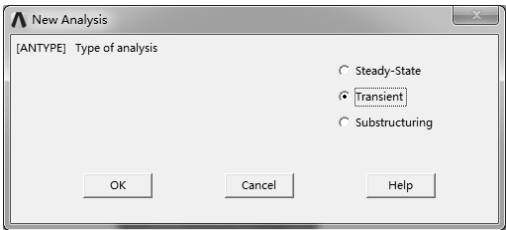

图 8-119 “New Analysis” 对话框
1) 选择 “Main Menu>Preprocessor>Load>Analysis>New Analysis” 命令，弹出 “New Analysis” 对话框，选中 “Transient” 选项，如图 8-119 所示。单击 “OK” 按钮确认。